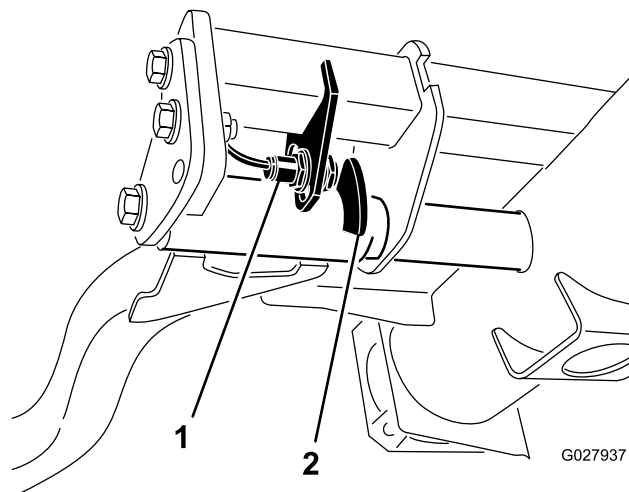

Figure 36
2. Desserrez les vis de fixation du contacteur (Figure 36) et descendez le contacteur pour augmenter la hauteur du changement de direction des bras de relevage ou montez-le pour réduire la hauteur du changement de direction. Serrez les vis de fixation.
Remarque: Le contacteur est situé sous le réservoir hydraulique, derrière le bras de relevage avant droit (Figure 36).